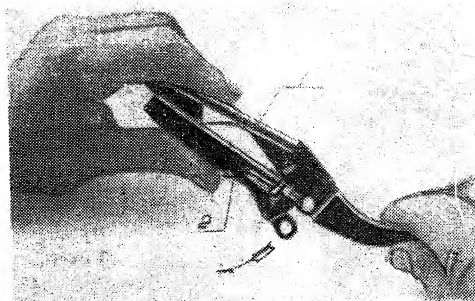

Рис. 8.
Для этого раздвигают верхнюю (1) и упорную (3) бранши до тех пор, пока упорная бранша не выйдет из замка верхней бранши. Далее, взяв аппарат, указательным пальцем левой руки нажимают на выступающую часть оси, а правой рукой, легко покачивая упорную браншу вокруг оси, снимают ее. Затем, сжав указательным и большим пальцем правой руки верхнюю (1) и среднюю (2) бранши (см. Рис. 8), выводят хвостик средней бранши из замка верхней бранши, разжимая пальцы, снимают среднюю браншу (2).